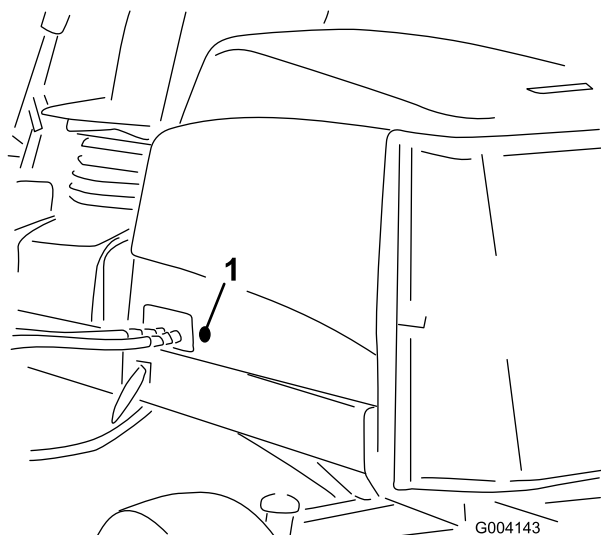

Figure 4
2. Retirez le passe-câbles en caoutchouc du trou situé du côté gauche du capot (Figure 4).